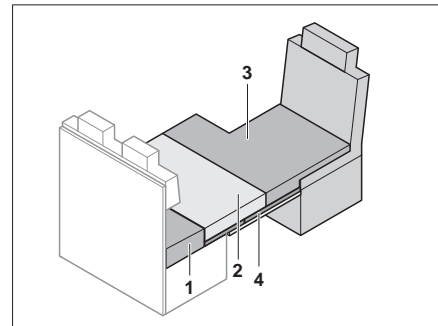

Bild 146 Nach dem Umbau
- Zusatzpolster (Bild 146,3) auf den Fahrersitz legen.
- Sitzpolster (Bild 146,2) auf die Notbettunterlage legen.